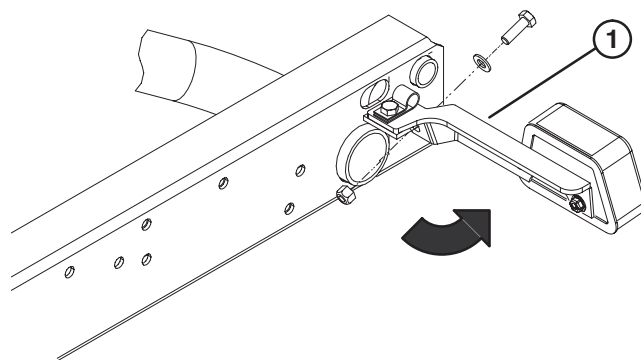

Figura 1
3. Fixe a parte traseira de cada um dos suportes da luz traseira à parte de trás dos suportes do chassis com um parafuso de 5/16 x 1 polegadas, uma anilha de chapa de 0,344 polegadas I. D. e uma porca de bloqueio, conforme figura 1.